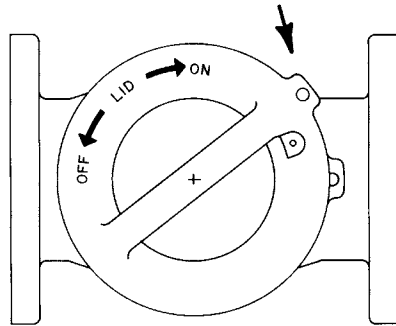

图2
2. 重新装上盖子、盖子的凸起对准管体上有螺纹孔的主管的左侧（见图 2）。